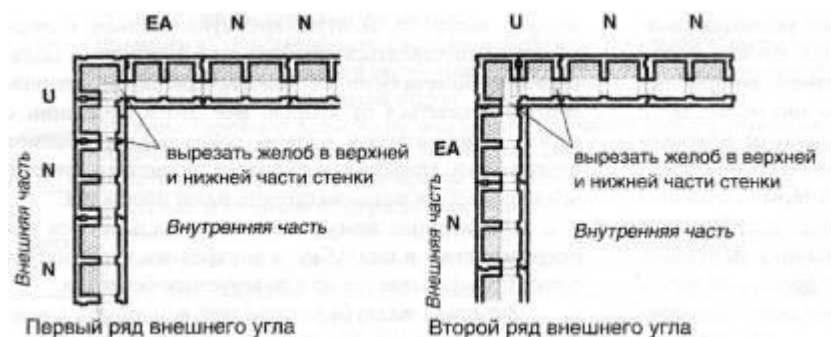

Рис. 2
Укладка первого ряда блоков начинается с углов, с учетом простенков и проемов. Монтаж углов производится из универсальных блоков (U). Перед установкой блока в его стенках производят вырезы для обеспечения стыковки с укладываемыми соседними блоками (N и EA) при заливке бетонной смеси (рис. 2). Все остальные ряды укладываются согласно правилам перевязки со смещением на  $\frac{1}{2}$  блока (вертикальные стыки должны проходить по центру блоков нижнего ряда). Основным требованием перевязки является обеспечение непрерывности бетонного ядра при последующей заливке бетоном.